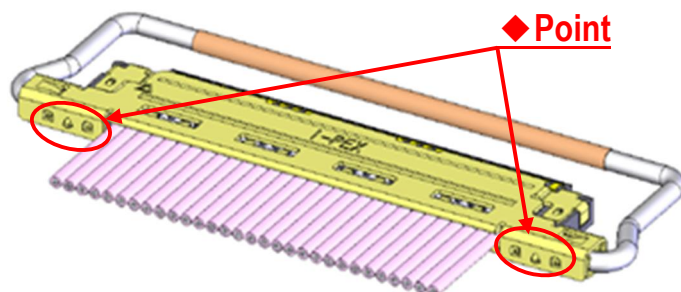

Fig.10 Soldering of Shell-A and Shell-B
④ shell-A と shell-B を半田コテにて全箇所半田付けすることを推奨する。 (Fig.10 ◆部)